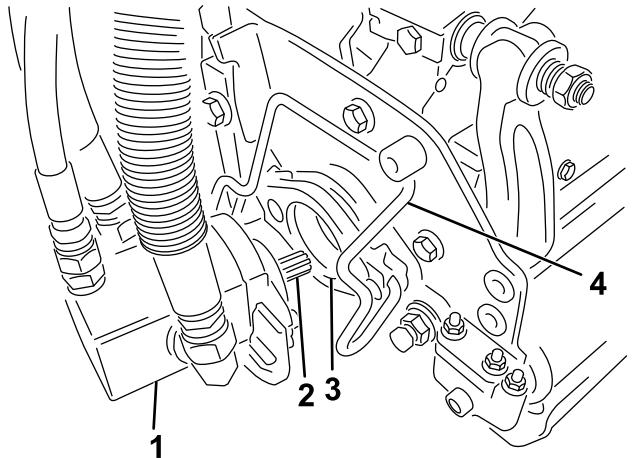

图35
- 在滚刀组马达的花键轴上涂抹干净的润滑脂（图35）。
- 将马达插入滚刀组左侧（从操作员的位置看），并将滚刀组上的马达固定架拉向马达，直到听见马达两侧发出“咔哒”的声音（图35）。